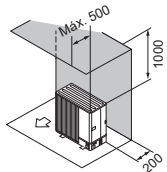

Fig. 2-7
- (2) Obstruções ou superfícies fechadas apenas na parte de trás e por cima (Fig. 2-7)